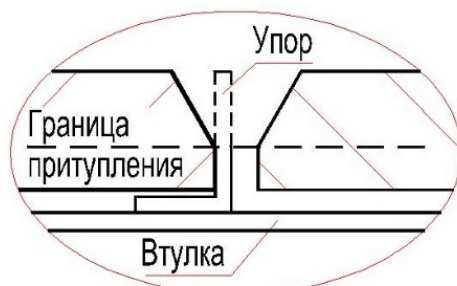

Рисунок 1
- 3.7. С помощью угловой шлифовальной машины срезать выступающие части упоров втулки до притупления сварных кромок труб и зачистить прихватки (см. рис.1)